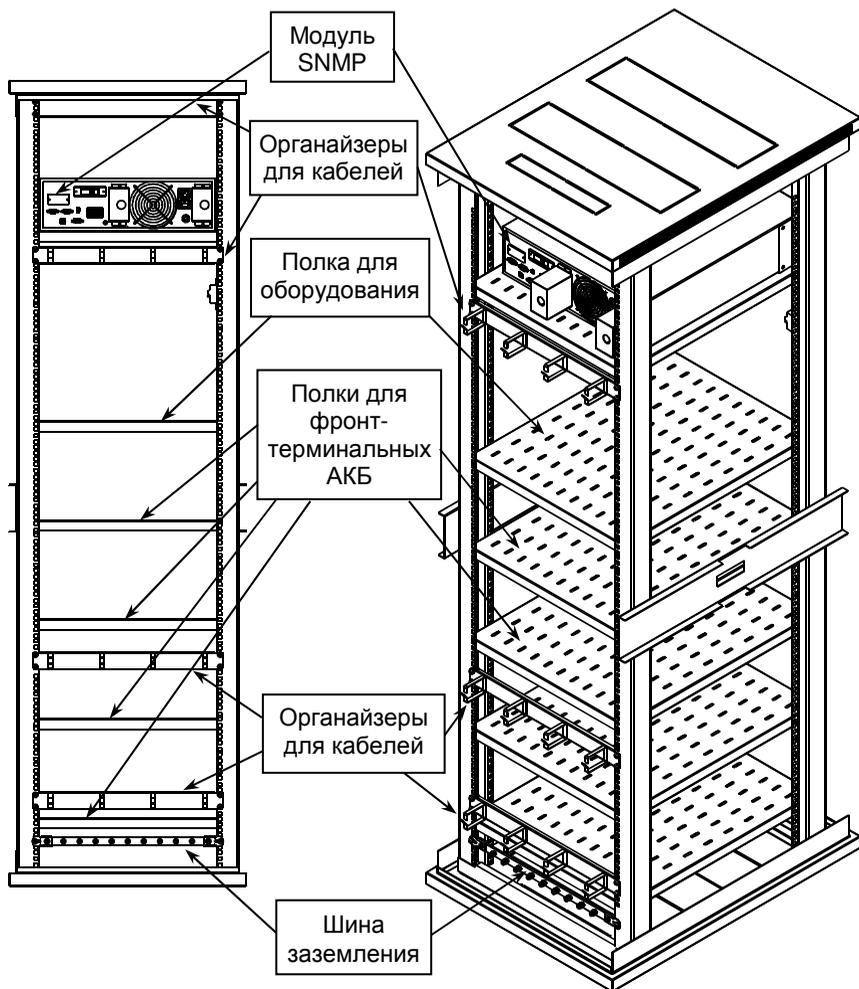

Рисунок 2 — Общий вид изделия сзади, без оболочки.
- Переведите выключатель АКБ (SF) во включенное положение.
- Включите входной автоматический выключатель, расположенный на задней стенке корпуса ИБП (см. рисунок 2):